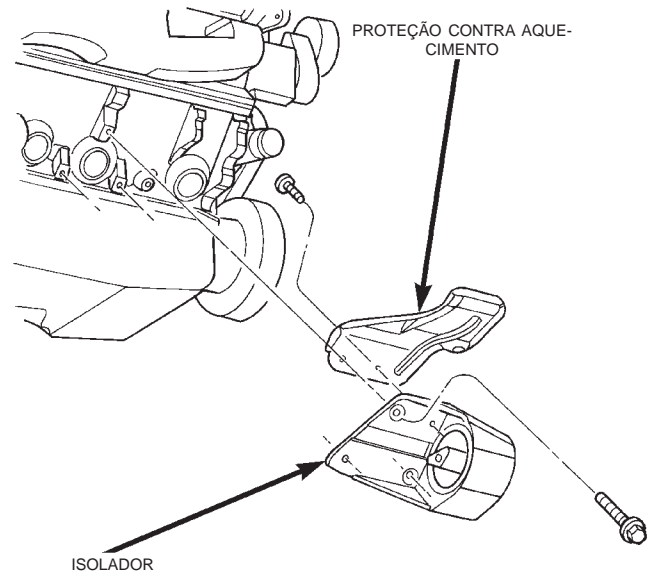

Fig. 13 Montagem do Isolador Dianteiro Direito do Motor — Veículos 2WD
- (3) Instale um suporte de suspensão do motor.
- (4) Levante o veículo no içador.
- (5) Remova o parafuso comprido do isolador (Fig. 13) (Fig. 14).
(6) Levante DEVAGAR o motor pelo suporte de suspensão. Remova os parafusos de fixação do isolador e remova o conjunto do isolador.
(7) Remova a proteção contra aquecimento e transfira-a para o novo isolador.
(1) Com o motor LEVEMENTE levantado, posicione o conjunto do isolador no bloco do motor e instale os parafusos (Fig. 13) (Fig. 14). Aperte os parafusos com um torque de 41 N·m (30 pés-lb.).